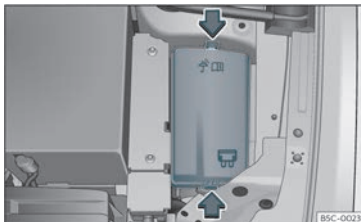

Fig. 48 No van motor: tapa da caixa de fusibles.
- Prema as pestanas de bloqueio para desbloquear a tapa da caixa de fusibles >>> fig. 48.